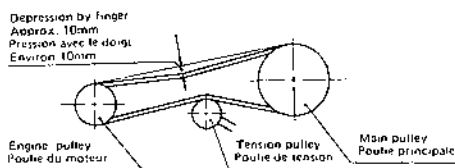

Fig. 5-1
- (1) La distance spécifiée entre les axes de la poulie du moteur et de la poulie principale est de 465 mm, cette distance peut se régler en déplaçant le moteur quand la courroie est trop tendue ou qu'une nouvelle est installée; le fléchissement de la courroie doit être d'environ 10 mm comme sur la Fig. 5-1.
- (2) Outre le réglage précédent, on pourra arriver à la tension idéale de la courroie en ajustant le tendeur de courroie par la pièce de réglage du câble d'embrayage, comme indiqué également à la Fig. 5-1.